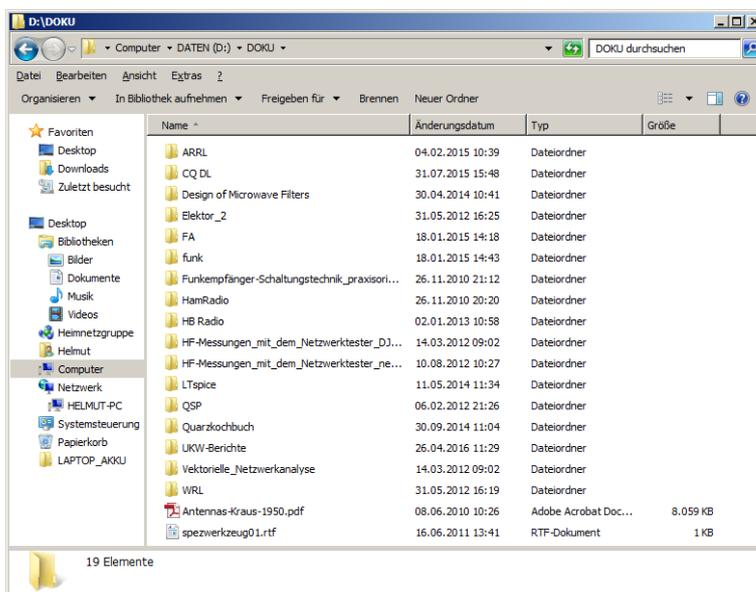

Abb. 3: Muster einer Liste von Dokumenten
- Journale zum Nachlesen wie CQ DL, FA, funk, ARRL Periodicals sowie eBooks und anderes können schon an die 50 GB verschlingen (Abb.3).